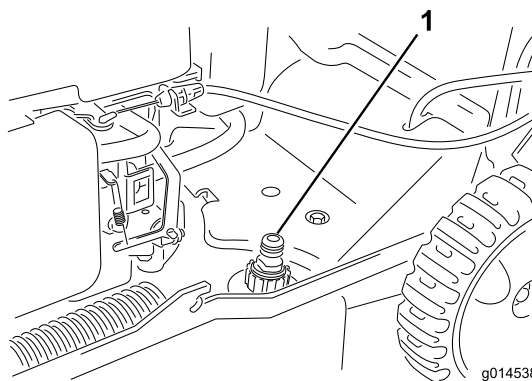

Рисунок 20
3. Присоедините садовый шланг, подключенный к источнику воды, к промывочному отверстию в корпусе (Рисунок 20).